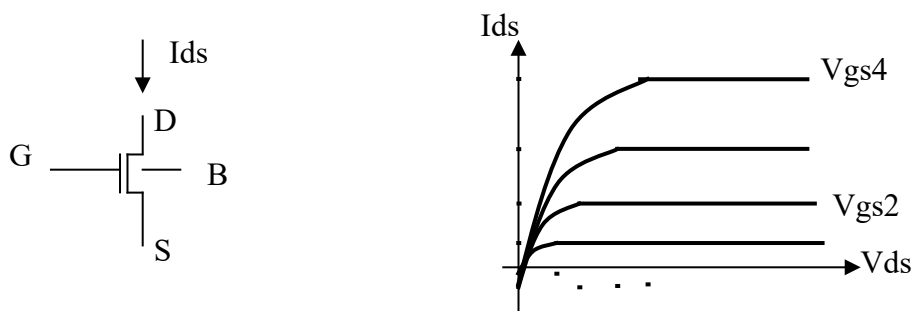

Figura 1. Símbolo de um transistor tipo N e a curva típica  $I_{DS} \times V_{DS} \times V_{GS}$
O transistor NMOS é um dispositivo unipolar composto de quatro (4) terminais de entrada/saída: Dreno (drain, D), Fonte (source, S), Porta (gate, G) e Substrato (bulk ou substrate, B). A Figura 1 indica o símbolo do dispositivo e a curva padrão da corrente pela tensão de polarização ( $I_{DS} \times V_{DS} \times V_{GS}$ ).